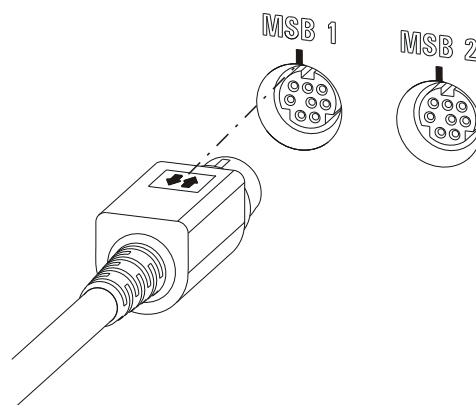

Figura 15 Conexão MSB
- Ao fazer a conexão, note que a parte plana do plugue MSB marcado com uma seta deve estar na direção da marcação contida da conexão MSB (ver figura 15, página 25).